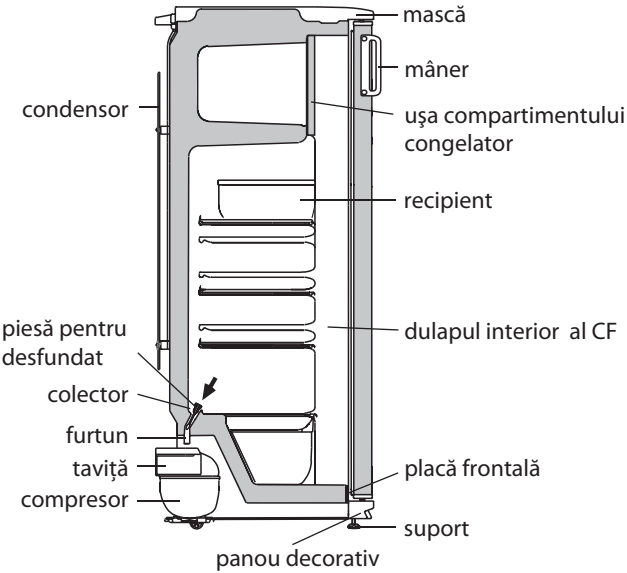

Figura 4 — Schema scurgerii apei rezultate în urma topirii din CF
2.2.1 În CF se folosește un sistem automat de dezghețare. Bruma, care apare pe pereții din spate al CF, după deconectarea compresorului care lucrează în ciclu, se topește și se transformă în picături de apă. Picăturile de apă rezultată în urma topirii se scurg în colector, apoi prin gaura acestuia și prin furtun - în taviță de pe compresor, în conformitate cu figura 4 și se evaporă. Gaura colectorului este dotată cu o piesă pentru prevenirea înfundării sistemului de drenaj.
gaura colectorului, astfel ca apa să se scurgă liber în taviță, apoi spălați piesa și instalați-o în conformitate cu figura 4.
SE INTERZICE să utilizați frigiderul cu sistemul de scurgere înfundat. Apa care a apărut pe fundul CF sau care a ajuns în locul de alăturare a plăcii frontale și a dulapului interior al CF, în conformitate cu figura 4, poate provoca coroziunea dulapului exterior al frigiderului și elementelor agregatului frigorific, defectarea izolației termice, formarea crăpăturilor dulapului interior și defectiunea frigiderului.
— să lăsați ușa frigiderului și ușa compartimentului congelator deschise. Pe raftul CF sub compartimentul congelator puneți un vas recipient pentru colectarea apei rezultate în urma topirii (de exemplu, sertarul pentru legume și fructe), în conformitate cu figura 4;